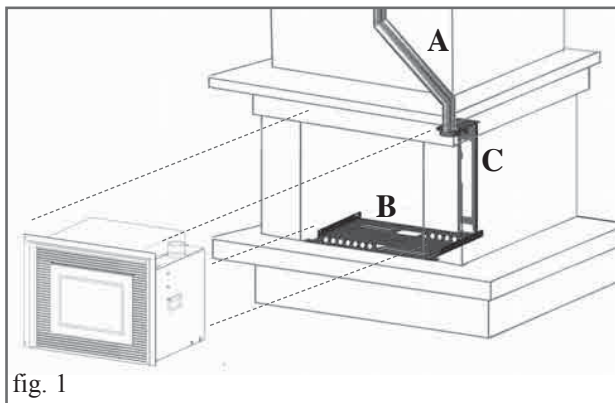

fig. 1
KIT DI FACILITAZIONE PER INSTALLAZIONE IN CAMINETTO CON RIVESTIMENTO ESISTENTE (costituito da piastra "B" e staffa "C" - fig.1)
- Avvolgere lo spezzone di canna o di canale da fumo con un materassino (G) in più strati di fibra ceramica o materiale equivalente, in modo tale che lo spessore sia tale da intasare gli spazi risultanti tra la nuova canna in acciaio e quella esistente in muratura.
- Per maggior sicurezza e facilità di posa, smontare la cornice esterna con griglia, rimuovendo il perno superiore a sinistra (E) e sfilandola verso l'alto.
- Posizionare l'inserto centrandolo sulla piastra di appoggio (B) (fig. 1) spingendolo fino a fine corsa.
- allentare le 2 viti (V) della cornice interna, in corrispondenza delle asole
2) Regolazione per antina esterna non allineata "orizzontalmente" con cornice interna (Fig. 1)
- Allentare tutte le 4 viti (S) con dadi M5 della cornice interna e regolare l'allineamento della antina esterna con la cornice stessa. Ad allineamento corretto serrare i dadi M5.